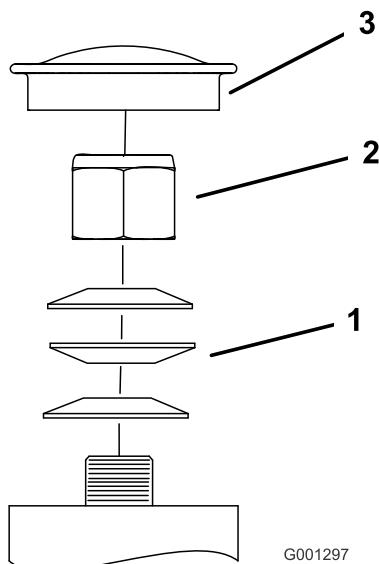

Figure 57
- Retirez le capuchon antipoussière de la roue pivotante et serrez le contre-écrou (Figure 57).
- Continuez de serrer le contre-écrou jusqu'à ce que les rondelles élastiques soient aplatis, puis desserrez-le d'un quart de tour pour obtenir la précharge correcte des roulements (Figure 57).
Important: Veillez à placer les rondelles élastiques comme montré à la Figure 57.
- Reposez le couvre-moyeu (Figure 57).